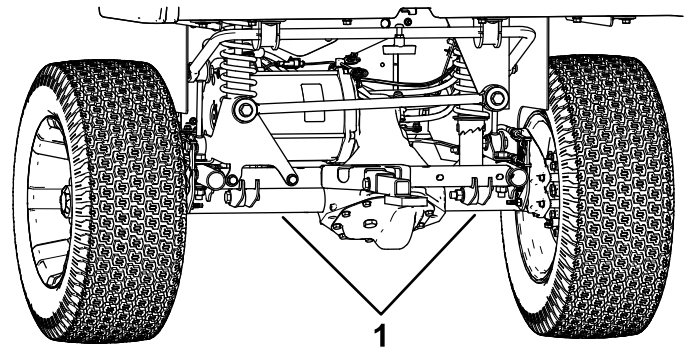

Figure 29
- Le point de levage arrière de la machine est situé sous les tubes d'essieu (Figure 29).